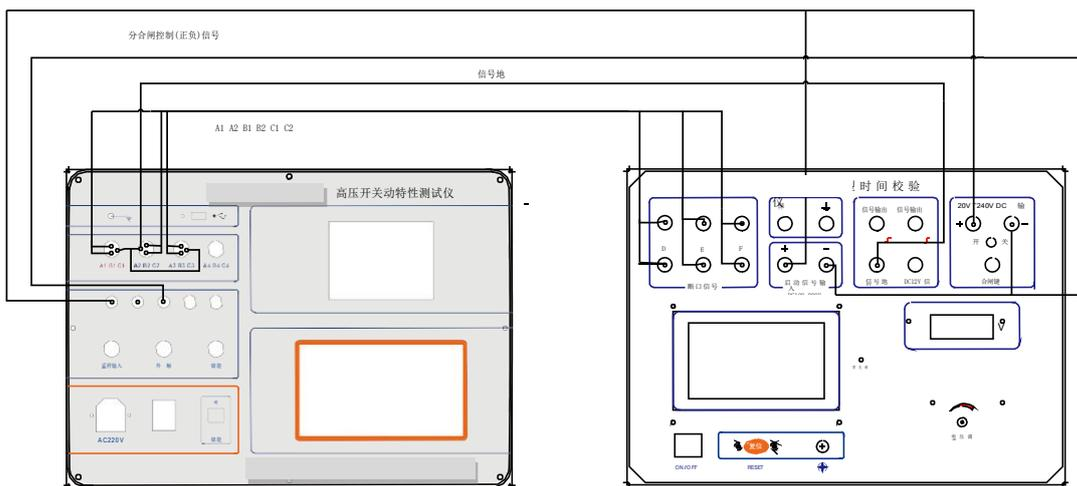

图4 不带电源被式测试接线
5. 不带操作电源状态下高压开关测试仪接线图：（被动式如图4）
- 5.1 按图4 接线，按4.2 调节内置电源后将内置电源置“关”的位置